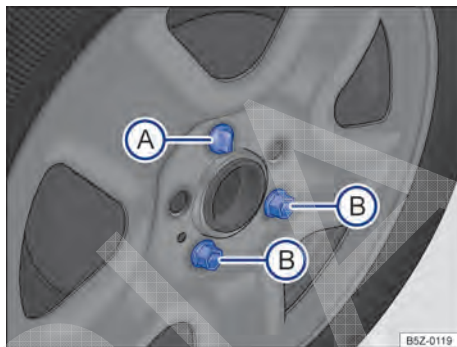
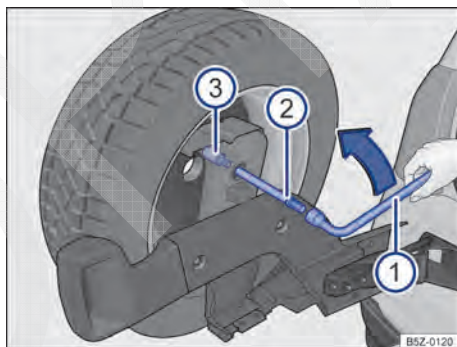

Fig. 170 Fixação da roda de emergência.
Fig. 171 Esquema para fixação do parafuso anti-furto.
- Com o auxílio da chave de roda, remover os parafusos → Fig. 170 (B).
- Para remover o parafuso anti-furto → Fig. 170 (A), introduzir o adaptador no alojamento do parafuso anti-furto → Fig. 171 (2), até encaixá-lo totalmente.
- Posicione a chave de roda (1) no adaptador (2) até o batente.
- Girar a chave de roda no sentido anti-horário para soltar a bucha roscada ③.